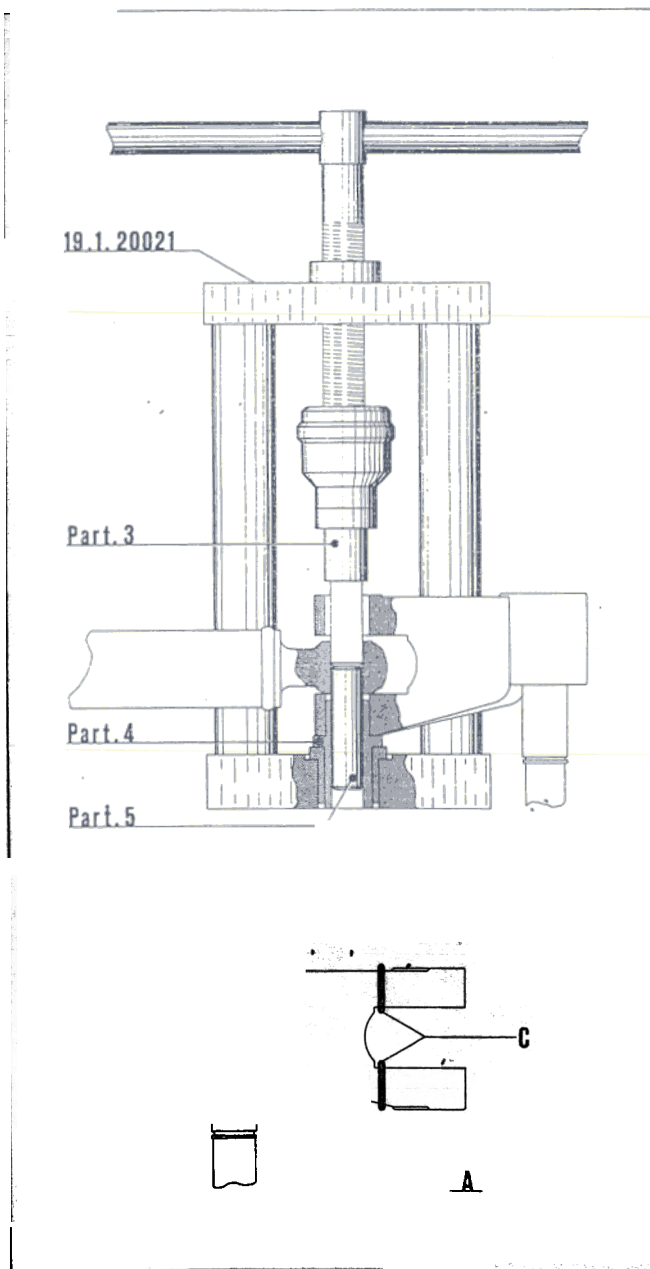

Fig. 20 R
Montaje del eje (Fig. 20 R)
- Quitar de la herramienta 19.1.20021, la pieza 5, de guía que ha sido expulsada parcialmente en la fase anterior del montaje del eje (Fig. 20 R), dejando instalado el particular 4 (Fig. 21 R).
- En este momento retirar las los piezas separadoras (part. 17, fig. 22 R) después de haber llenado completamente con grasa (1) el espacio comprendido entre los casquillos, el tubo de dirección y el buje oscilante, desplazar los anillos guarda-polvos hasta colocarlos en posición correcta (fig. 20 R, detalle A).